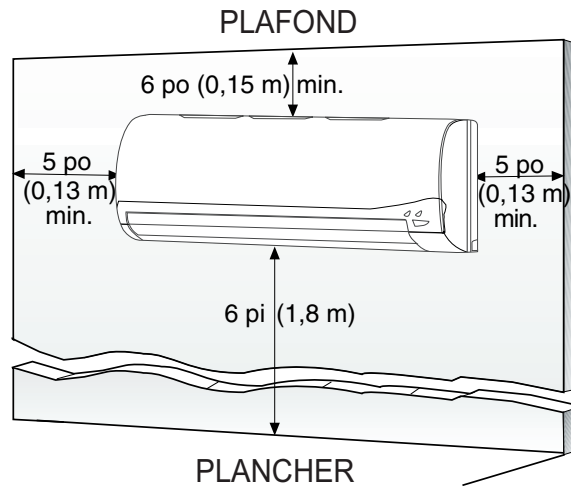

Fig. 7 - Dégagement de l'appareil intérieur
- Un emplacement qui offre des dégagements appropriés, tel qu'illustré à la figure 7.